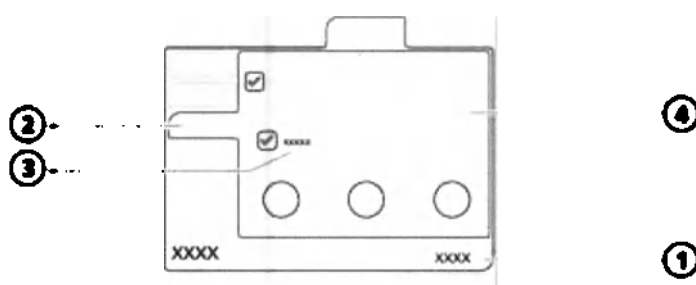

Рисунок 5-7. Окно «Апноэ», кнопка «Автоматически»
4. Если применимо, откройте окно «Управление» -> «Апгрейд» (рис. 5-7). Выберите или отмените выбор «Backup».
3. Если применимо, откройте окно «Управление» -> «Апноэ» (рис. 5-7).